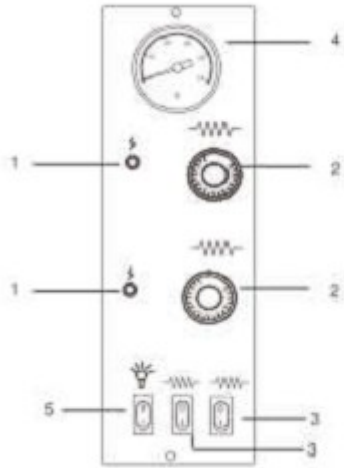
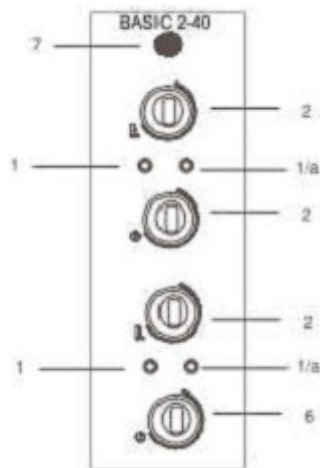

Рис.1 Панель печи
Рис.3 Панель печи
- 3) Переведите нагревательные элементы (рис.1,2_3) в положение “I”; для печи 2/40: нажмите основной выключатель “рис.3_7”;
- 4) Включите ТЕНЫ, установив для термостатов (Рис.1, 2, 3 – функц.2) температуру 150°C, указанную на рукоятке настройки. Соответствующий красный свет, сигнализирующий о работе резисторов, загорится;
- 6) Отключите работающие ТЭНЫ, переведя показания термостатов (**Рис.1, 2, 3 – функц. 2**) в положение “0” и предупредительный свет погаснет. Для печи 2/40: нажмите основной выключатель и отключите нагревательные элементы;
- 8) Закройте дверцу и повторите операцию, как указано в пункте 4), установив термостаты (рис.1; 2_функц.2) на температуру **400°C**, указанную на кнопке. Для печи 2/40: установите термостаты (рис.3_функц.2) на температуру **350°C**.
- 10) Отключите ТЭНЫ, переведя показания термостатов (**Рис.1, 2, 3 – функц. 2**) в положение “0”;
- 12) В печи 2/40 Вы можете регулировать температуру приготовления, установив секунды при помощи таймера (рис.3_функц.6). После того, как время будет установлено, нагревательные элементы отключатся. Чтобы выбрать режим приготовления, переведите кнопку таймера (рис.3_функц.6) в положение “ON” повернув её влево.
- 2) Переведите выключатель нагревательных элементов (рис.1, 2_функц.3) в положение “I”; для печи 2/40: нажмите основной выключатель (рис.3_функц.7)
- 3) Включите ТЭНЫ, установив для термостатов (**Рис.1, 2 – функц. 2**), необходимую температуру, указанную на рукоятке настройки. При этом загорятся соответствующие светодиоды, подтверждающие, что ТЭНЫ действительно работают;
- 4) После того, как печь нагреется до необходимой температуры (см. пункт 9 настоящего параграфа), показания которой выводится на термометр (**Рис.1 – функц. 4**), можно поставить пиццу в печь для выпекания.
- 6) Для освещения внутренней части камеры выпечки нажмите на выключатель лампочки печи (**Рис.1-функц.5**).
- 1) Выключите печь, переведя выключатель тэнов печи (**Рис.1,2 – функц. 3**) в положение “0” и кнопки, которые регулируют термостаты (**Рис.1,2 – функц. 3**). Для печи 2/40: нажмите основной выключатель и отключите нагревательные элементы.